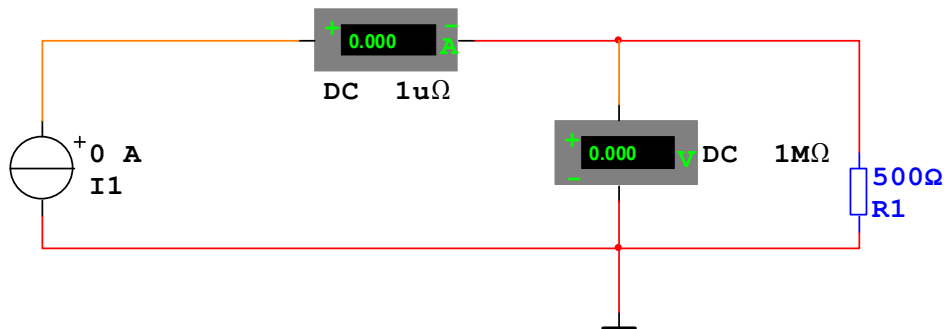

Рис. 1.2.
1.2.5. Соберите схему для проверки закона Ома с генератором тока, приведенную на рис.1.2. Сопротивление резистора **R1** установите 500 Ом.
1.3.2. По результатам измерений пп.1.2.9 – 1.2.12., используя закон Ома для участка цепи с конденсатором для схемы на рис.1.2, рассчитайте экспериментальные значения емкостного сопротивления конденсатора  $X_{сэ} = U/I$  (Ом), где  $U$  – напряжение на конденсаторе в В,  $I$  – ток через конденсатор в А, и сравните эти значения с рассчитанными по формуле  $X_{ср} = 1/(2\pi fC)$ ,  $f$  – частота переменного напряжения в Гц,  $C$  – емкость конденсатора в Ф. Сделайте выводы о зависимости емкостного сопротивления конденсатора от частоты.